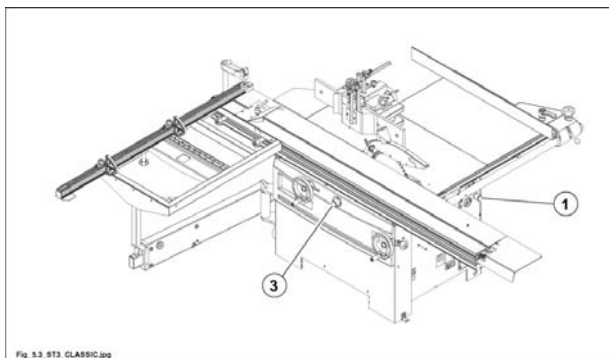

Fig. 5.3
- sul quadro comandi (1 fig. 5.3).
- Sul fronte macchina lato toupie (3 fig. 5.3).